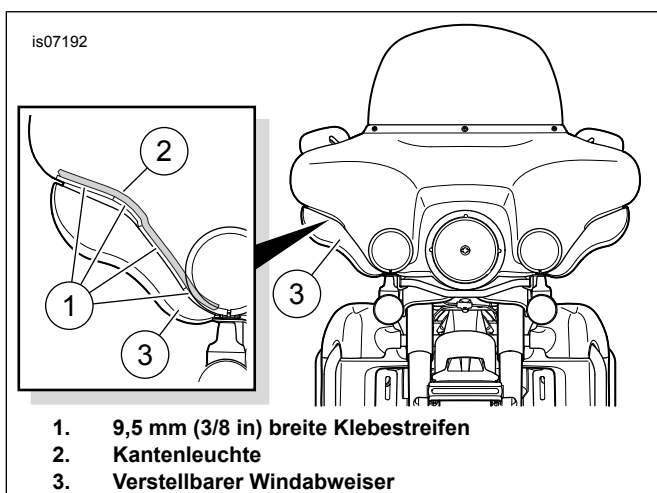

Abbildung 1. Außenverkleidung-Kantenleuchten, Einbaubereich
1. Siehe Abbildung 1. Die Kantenleuchten (2) vor dem Einbau probeweise an der Außenverkleidung einpassen. Die Schutzfolie erst dann abziehen, wenn die Lichtleisten befestigt werden sollen.